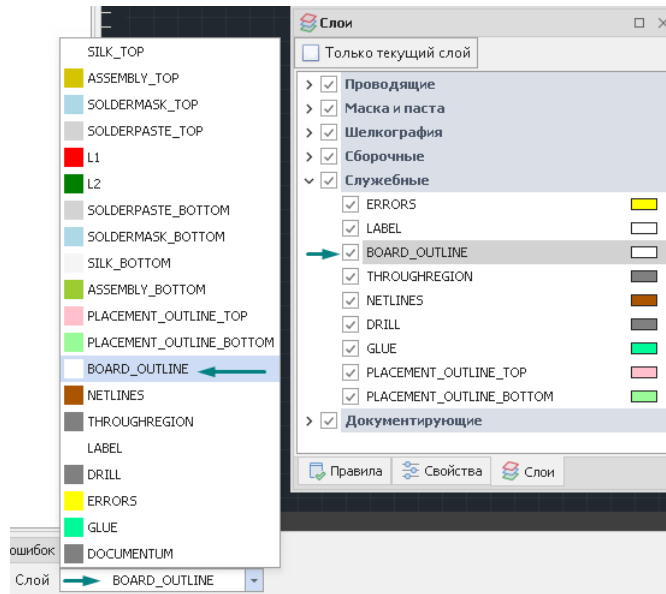

Рис. 70 Выбор слоя BOARD\_OUTLINE текущим слоем
1. Выбрать в редакторе плат слой BOARD\_OUTLINE в качестве текущего слоя, см. Рис. 70.